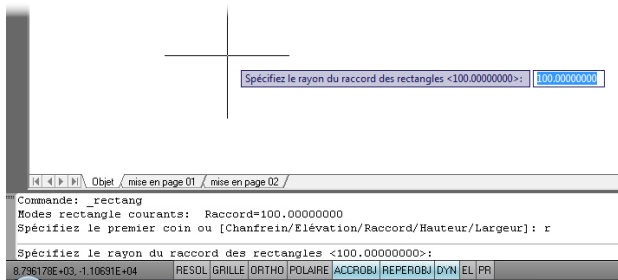

Figure 3.35
3. Entrez la valeur **100** (voir Figure 3.35).